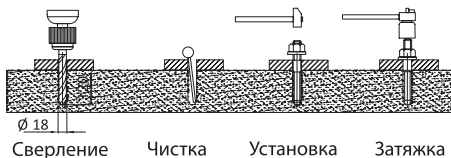

Рисунок 5. Установка анкерных болтов.
1. Подъёмник необходимо устанавливать на ровное и прочное основание, которое должно обеспечивать максимальную, рассчитанную исходя из грузоподъёмности подъёмника, несущую способность, при любых возможных условиях работы. Для напольного монтажа необходим бетон марки не ниже М350, средняя прочность 327 кгс/см². Крепление подъёмника осуществляется 8 анкерными болтами (мин. рекомендованный диаметр 16 мм). Схема крепления показана на (рис.5).